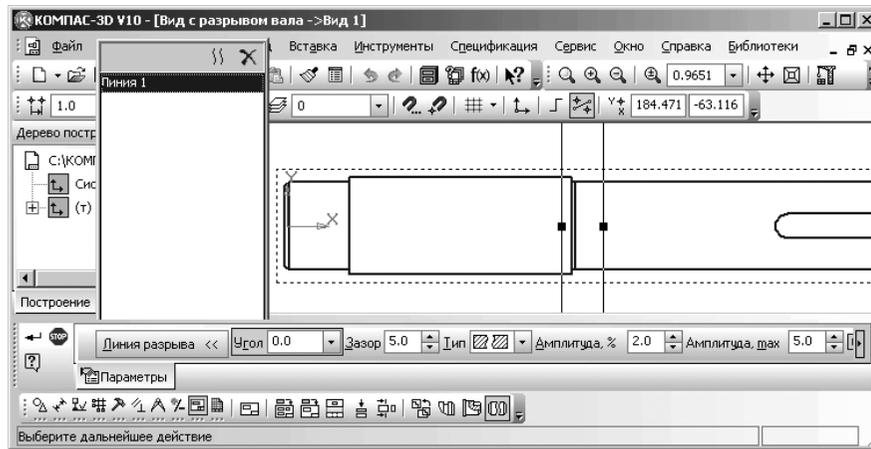

Рис. 4.149. Режим создания вида вала с разрывом
- щелкните в главном меню по пункту **Вставка**, в выпадающем меню по пункту **Вспомогательный вид**, а затем в всплывающем меню по пункту **Вид с разрывом**. Или щелкните в **Компактной панели** по кнопке переключателя – **Ассоциативные виды**, а затем на панели инструментов по кнопке – **Вид с разрывом**. В обоих случаях появится **Панель свойств: Вид с разрывом** (рис. 4.149). В строке сообщений появится подсказка: **Выберите дальнейшее действие**.